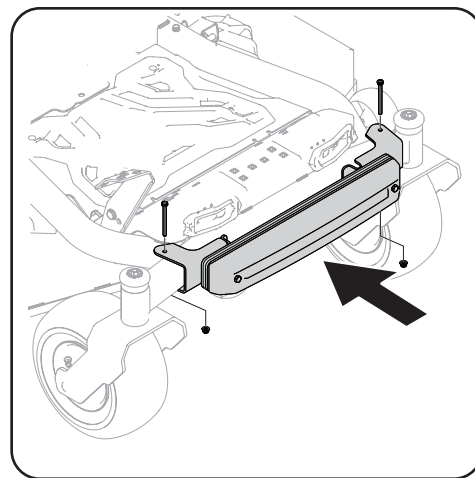

Figure 4-25
3. Centrez visuellement la barre de pesée sur le tracteur et utilisez deux vis à tête hexagonale de 5/16 po (710-3056) et deux écrous (712-04063) pour fixer l'ensemble de contrepoids au tracteur, comme illustré à la Figure 4-25.